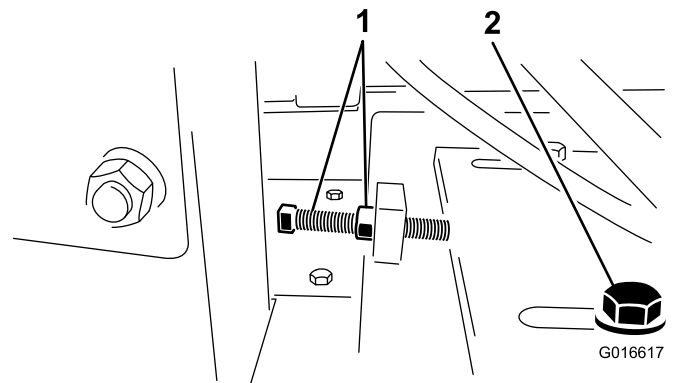

Bild 25
6. Lösen Sie die Riemenstansschraube und die Klemmmutter. Schieben Sie den Motor zum Schwungradgehäuse, um den Riemen zu lösen (Bild 25).
6. Lösen Sie die Riemenspannschraube und die Klemmmutter und schieben Sie den Motor zum Schwungradgehäuse, um den Riemen zu lösen (Bild 25).